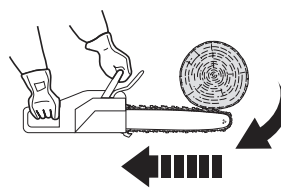

Fig. 37
2. Si la chaîne (6) est pincée au niveau du bord supérieur du guide-chaîne (7), celui-ci peut être projeté brutalement vers l'arrière (un phénomène appelé "rebond") (Fig. 37).